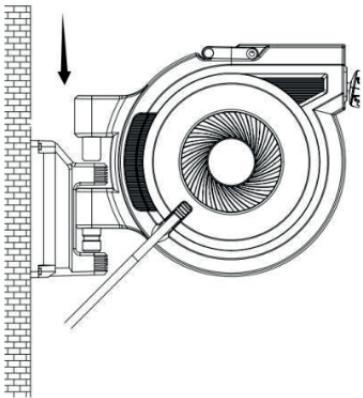
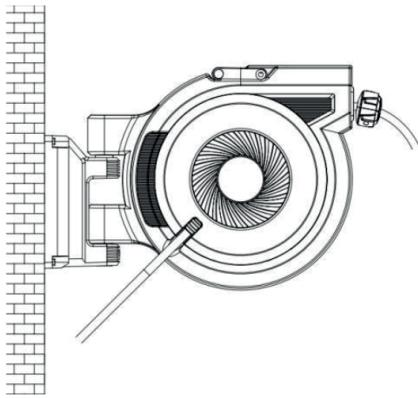

Рисунок 3
Рисунок 4
5. Подсоедините катушку к кронштейну. (См. Рис.3)(См. Рис.4)